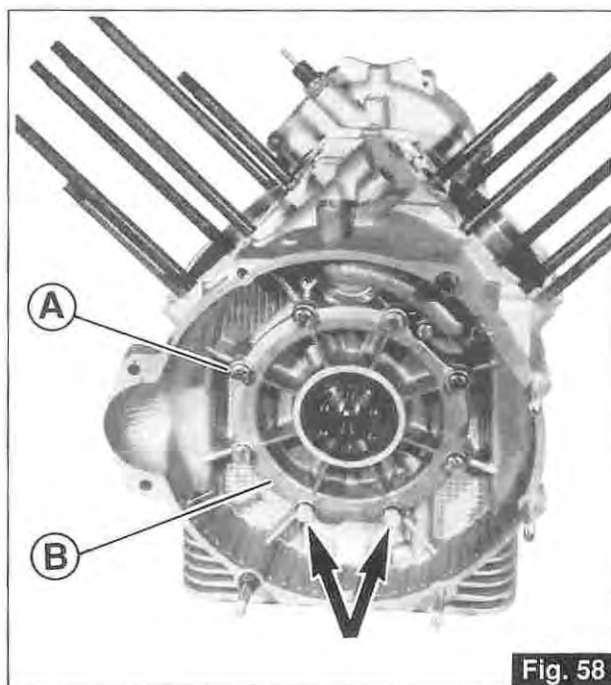

Fig. 58
- Svitare le otto viti «A» di tenuta della flangia posteriore «B» di supporto dell'albero motore. Al successivo rimontaggio per evitare trafileamenti di olio, applicare del nastro di teflon sulle 2 viti indicate dalla freccia (Fig. 58).
- Svitare le otto viti «A» holding the rear flange «B» that supports the crankshaft. When reassembling, use some Teflon tape on the 2 screw marked with the arrow (Fig. 58) to prevent oil from leaking through.